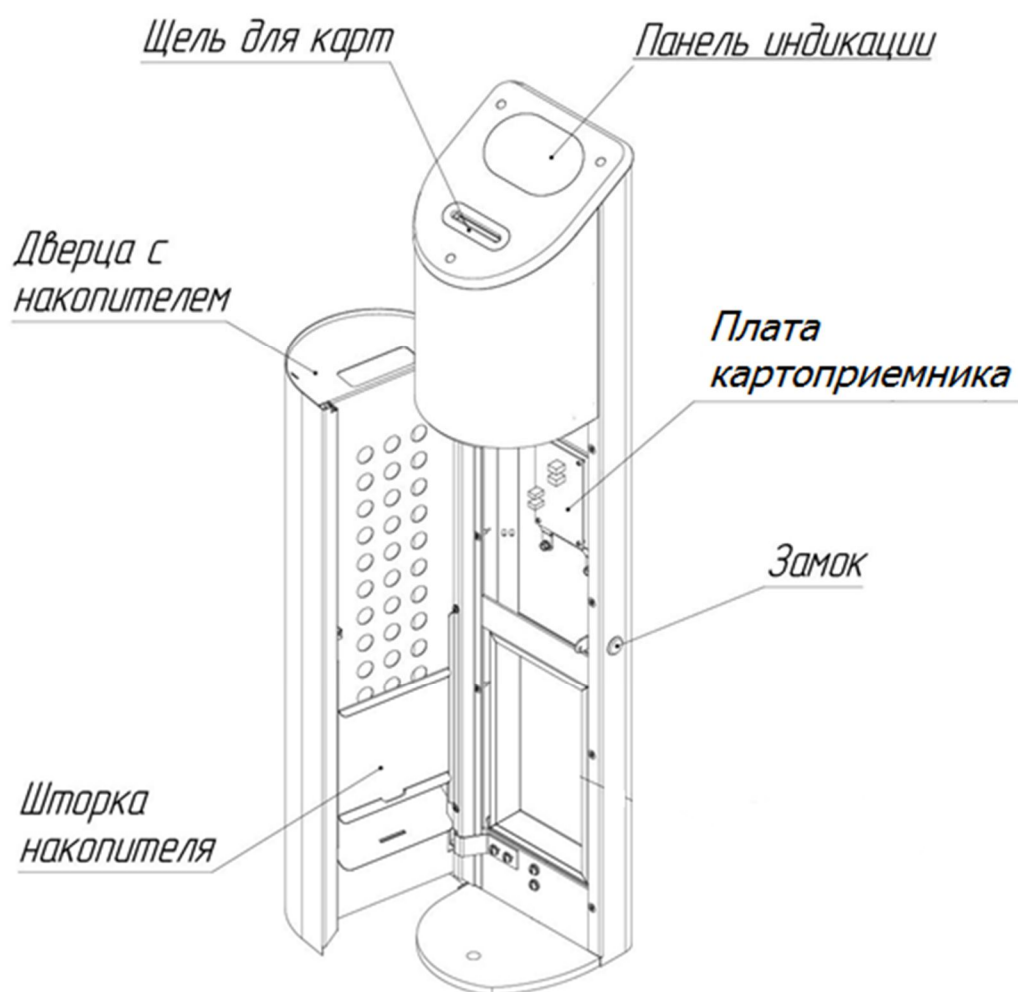

Рис. 4. Общий вид картоприемника
7.3.1. Откройте замок дверцы картоприемника с помощью ключа (рис. 4).
- откройте дверцу картоприемника с помощью ключа (рис. 4);